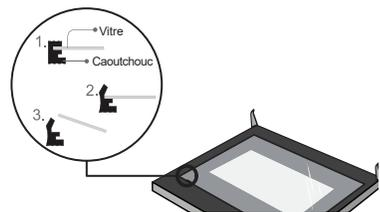

Figure 6
6. Après avoir retiré la vitre intérieure, retirez la vitre de la couche intermédiaire comme illustré à la figure 6.